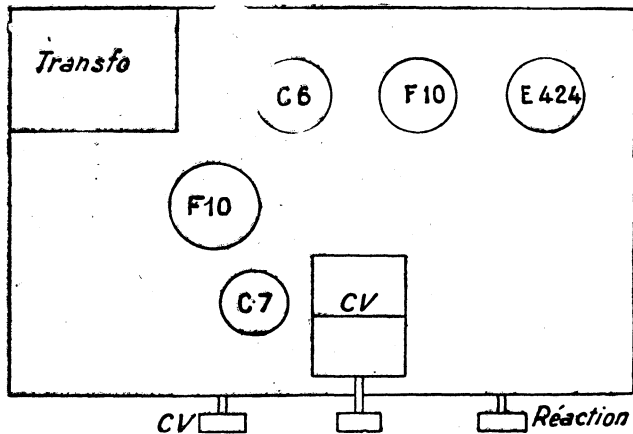

Figure 2
Le condensateur variable est, d'après la vue de dessus (fig. 2), du type à 2 cages ; on peut se demander pourquoi. La raison en est fort simple : les CV à une cage sont à peu près abandonnés ; rien n'empêche de
**Réalisation — Réglage — Performances :** Le montage d'un tel récepteur n'offre aucune difficulté particulière. Les connexions devant être aussi courtes que possible, la disposition indiquée sur la figure 2 semble la